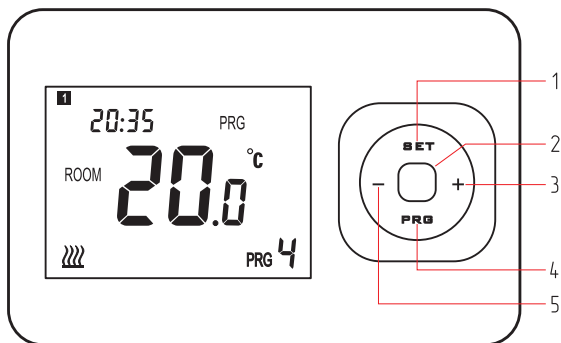

Рис.2 Элементы управления
- Подключите провода к клеммной колодке на основании в соответствии с электрической схемой (**Рис.2**).
При работе с электрическим отопительным котлом его следует подключать к контактам NO и COM, как показано на **Рис.2**.
- Для включения прибора нажмите кнопку «ВКЛ» (**Рис.2, поз.2**), расположенную на передней панели прибора;
- Нажмите кнопку «SET» (**Рис.2, поз.1**) и удерживайте её в течение 3-х секунд, чтобы войти в интерфейс настройки;
- Изменение параметров производится с помощью кнопок «+» (**Рис.2, поз.3**) или «-» (**Рис.2, поз.5**) при мигающем символе минут или часа. Нажмите кнопку «SET» для перехода к следующему символу;
- Ручной режим позволяет поддерживать температуру, ранее установленную с помощью кнопок «+» или «-». Во время установки температуры загорается надпись «SET» на дисплее. При снижении температуры воздуха в помещении ниже установленной, размыкается контакт «NC» и замыкается контакт реле «NO» (см. **Рис.2**). При этом на дисплее загорается символ , нагрев включен.
- Отображение установленной температуры можно зафиксировать на дисплее, если войти в режим настройки параметров терморегулятора и в меню №10 установить (1).
1. Нажмите кнопку «PRG» (**Рис.2, поз.4**) и удерживайте её в течение 3-х секунд, чтобы войти в режим программирования периодов.